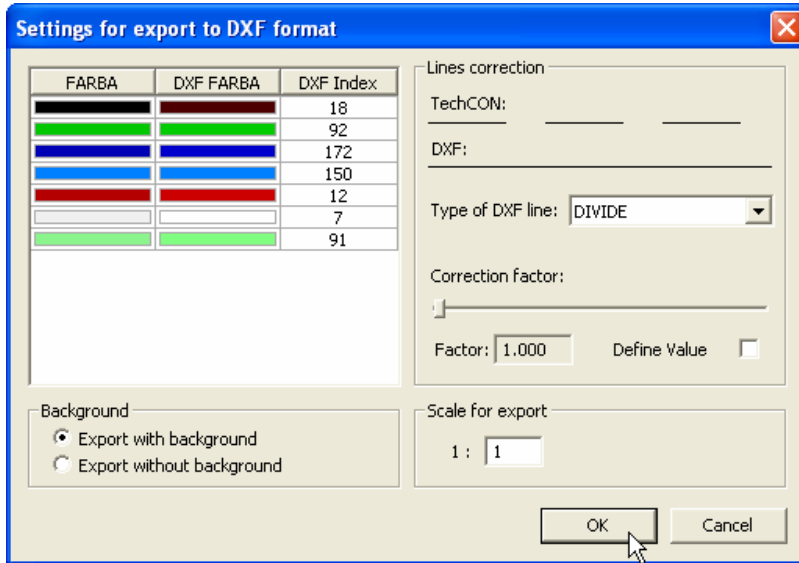

Рис. 3.2-62 Настройка для экспорта в формат DXF
2. Появится диалоговое окно *Settings for export to DXF format/Настройка для экспорта в формат DXF*. (Рис. 3.2-62)